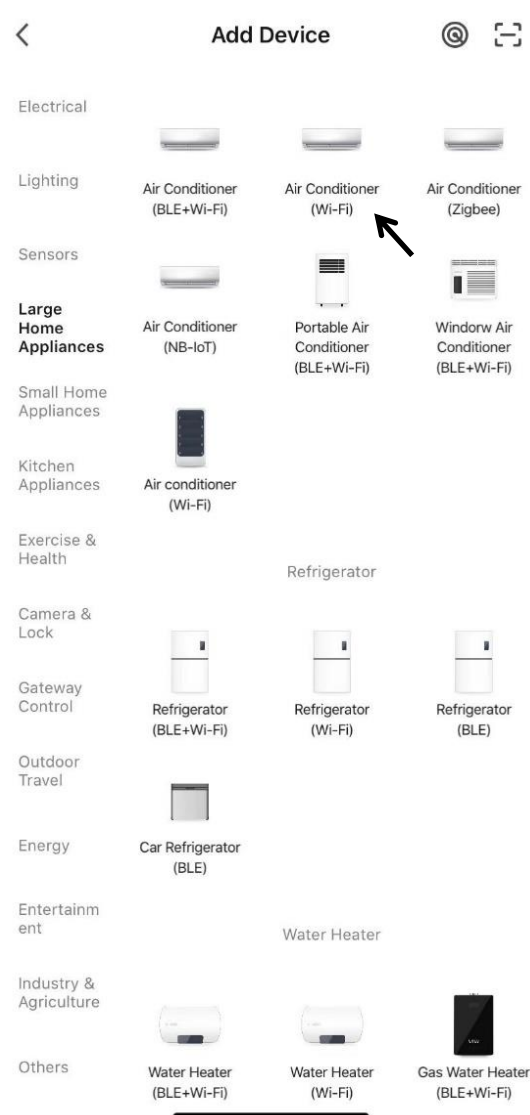

Fig. 2
- Gire la pieza B sobre la manguera de salida de aire caliente. Conecte la pieza A a la B; bloquéelas unidas. Ahora está montado el conector de manguera (extremo del aparato de aire acondicionado). Gire el conector de manguera (extremo de la ventana) sobre la manguera de salida de aire caliente. (**Fig. 2**)
3. Busque «Large Home Appliances» (Electrodomésticos grandes) y seleccione el símbolo «Air Conditioner (Wi-Fi)» (Aire Acondicionado (Wi-Fi)). (Fig. 2)